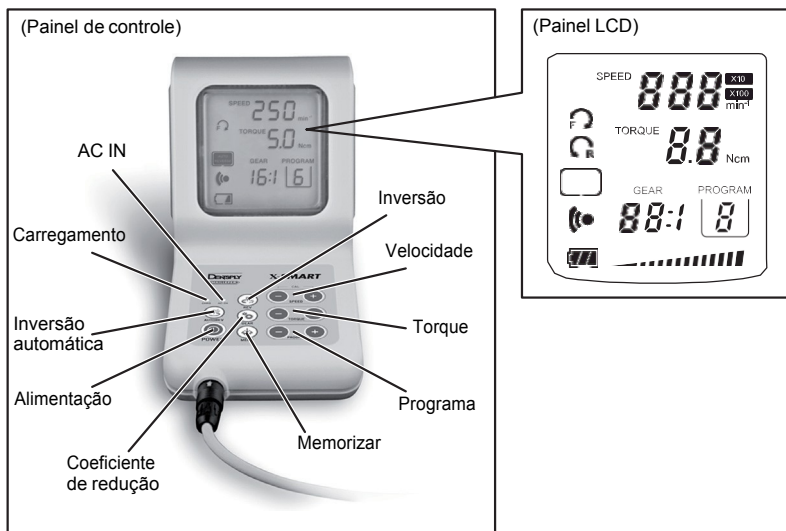

Fig. 2
(1)	Unidade de controle
(2)	Painel de controle • Consulte a Fig. 2 "Painel de controle e painel LCD".
(3)	Painel LCD • Consulte a Fig. 2 "Painel de controle e painel LCD". • São apresentados os códigos de erros.
(4)	Conector do cabo de alimentação
(5)	Conector do pedal
(6)	Conector da peça de mão motorizada
(7)	Adaptador de CA
(8)	Peça de mão motorizada
(9)	Contra-ângulo
(10)	Base da peça de mão
(11)	Bico de spray tipo F (usado para lubrificação)
(12)	Pedal (opção)